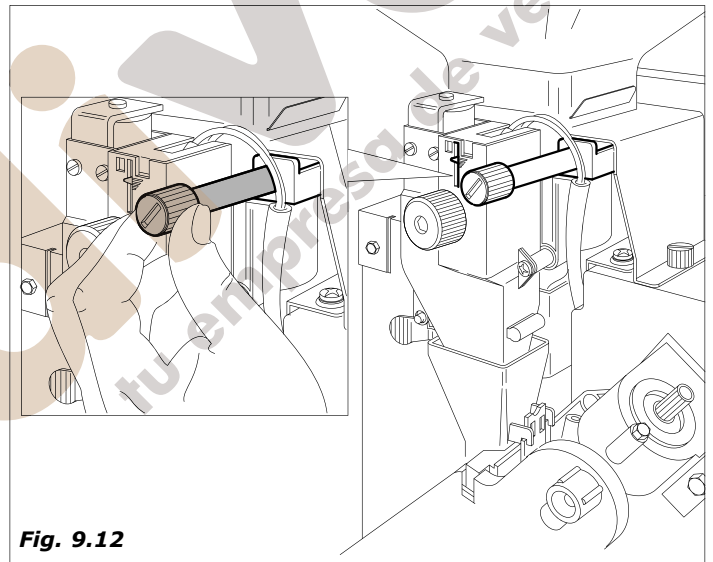

Fig. 9.12
- **Regulación del grado de molienda.** Girar el tornillo (Fig.9.12) para obtener los resultados deseados. Girando a la derecha se obtiene un molido fino; girando a la izquierda se obtiene un molido grueso. Después de la regulación hay que efectuar 3 erogaciones de producto para verificar que la regulación sea justa, cuanto más fino es el gramaje, mayor será el tiempo empleado en la erogación del producto.